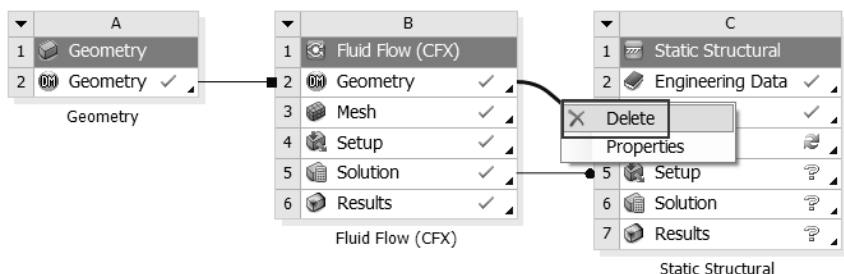

图 17-78 删除几何数据共享
Step2：如图 17-78 所示，右击 B2 与 C3 连接线，在弹出的快捷菜单中选择 Delete 命令，删除几何数据共享。